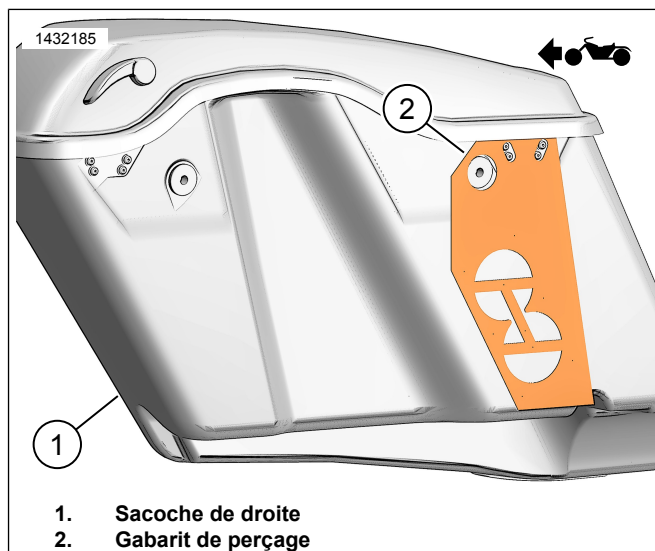

Figure 9. Modèle de sacoche droite
1. Voir la Figure 9. Modèle de position (2) sur sacoche droite (1).